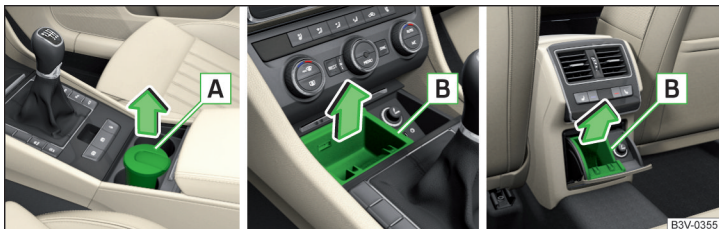

Fig. 109 Extragerea scrumierei față / extragerea corpului scrumierei față / extragerea corpului scrumierei spate
► Apucați scrumiera (nu de capac) și scoateți-o în direcția săgeții » fig. 109.
► Pentru scoaterea corpului, deschideți respectiva scrumieră, prindeți de corp în zona și scoateți-o în sensul săgeții » fig. 109.